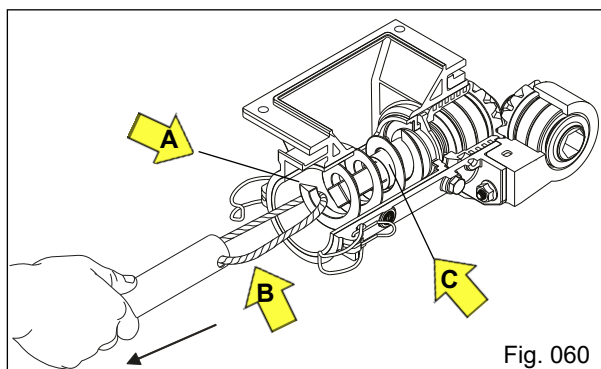

Fig. 060
b) Puxe o cordão do tubo fixador "B" e retire a rosca sem fim "A", retire também o anel trava "C" (Fig. 060).